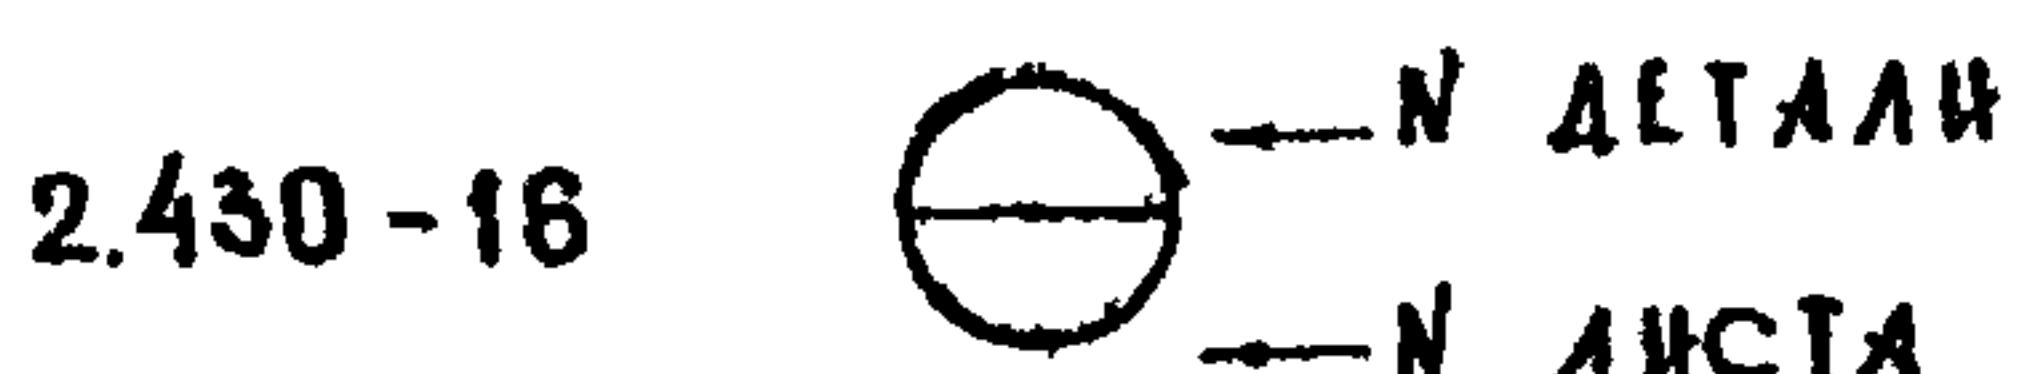

Рис. 1. Маркировка деталей.
11. ПРИ МАРКИРОВКЕ ДЕТАЛЕЙ В РАБОЧИХ ЧЕРТЕЖАХ ПРОЕКТА ПЕРЕД МАРКИРОВОЧНЫМ КРУЖКОМ СТАВИТСЯ НОМЕР СЕРИИ (РИС.1).